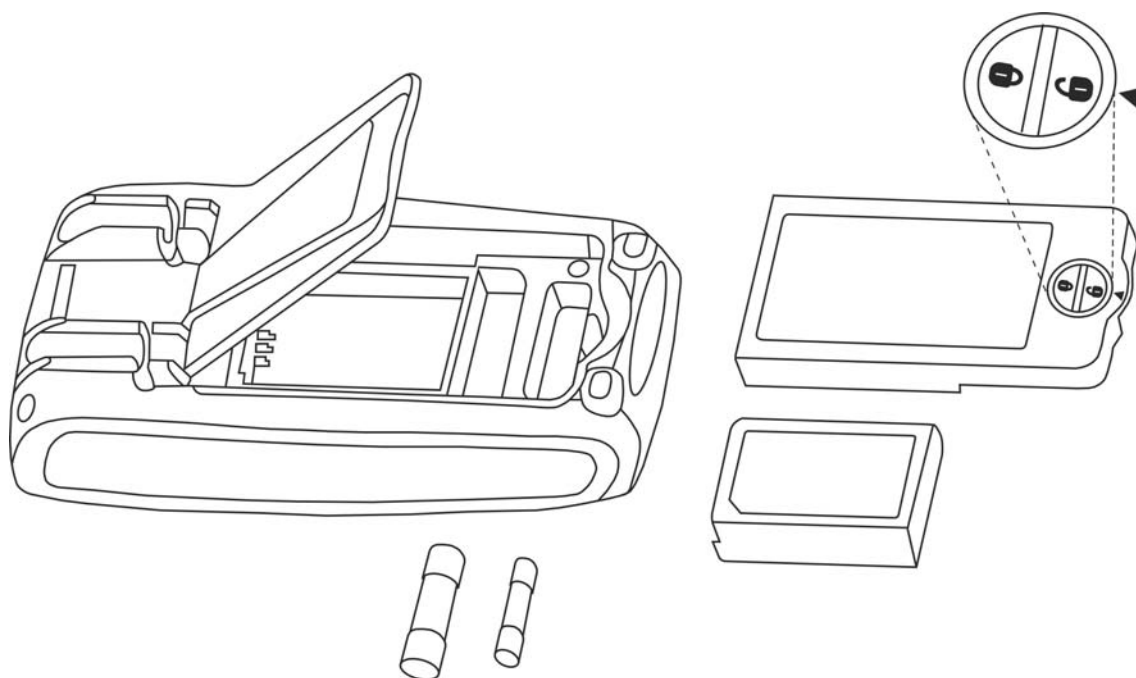

Fig. 32: Sostituzione fusibili interni
2. Ruotare la vite di fissaggio del vano batterie dalla posizione "I" alla posizione "II" e rimuovere lo stesso (vedere Fig. 32)